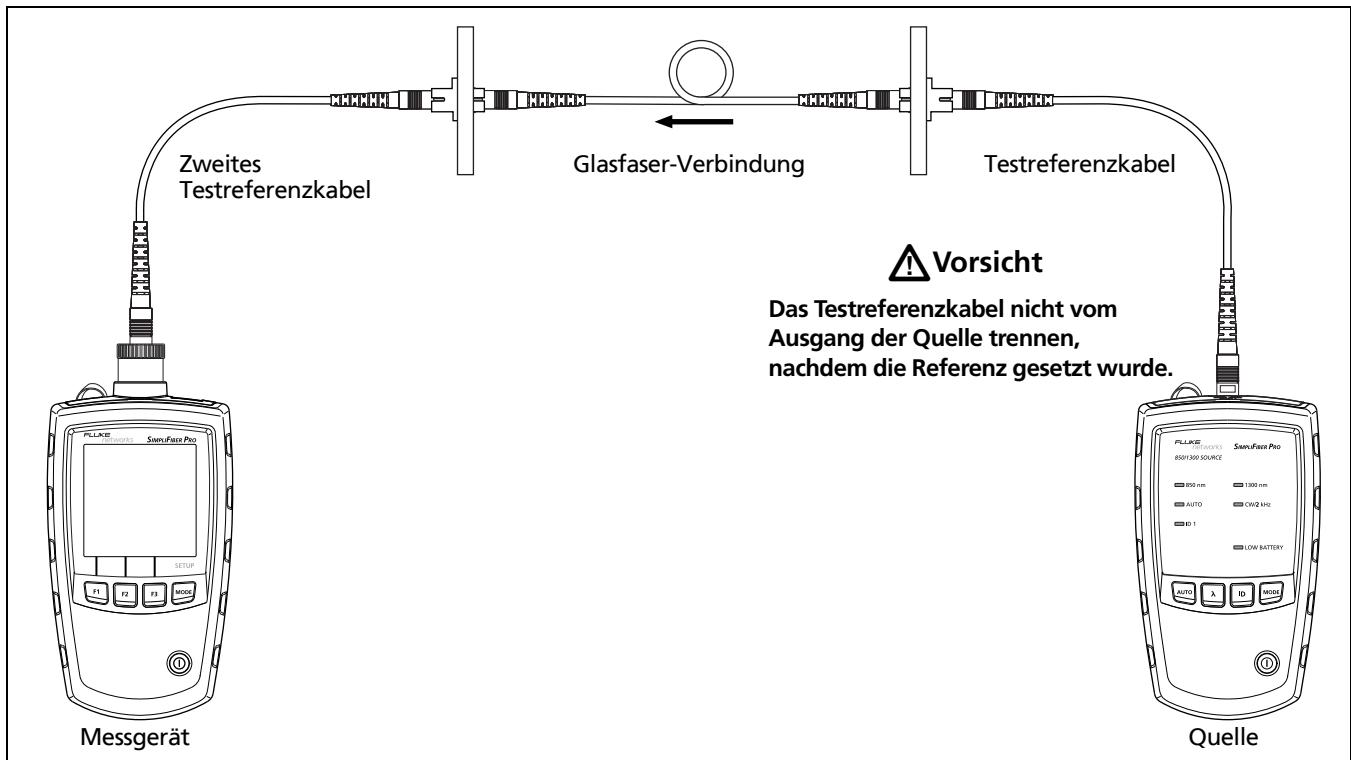

Abbildung 11. Verbindungen zum Messen von Verlust (1-Jumper-Methode)
- 3 Das Testreferenzkabel vom Messgerät trennen und dann die in Abbildung 11 gezeigten Verbindung herstellen.